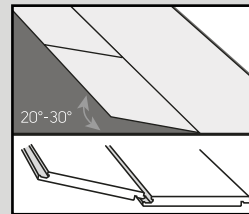
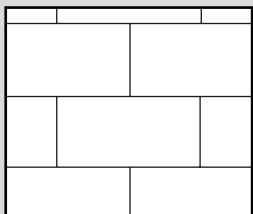
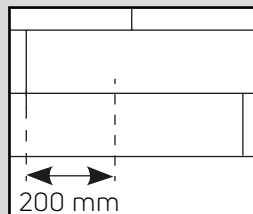

Fig. 3
Fig. 3a
Fig. 3b
4. Begin aan de tweede rij. Houd de plank in een hoek van circa 30° en klik de messingzijde in de groef van de eerste rij. Duw de plank/tegel stevig aan. Leg de volgende plank/tegel door de messingzijde en groef langs de korte kant in elkaar te klikken. Duw de messingzijde en groef langs de lange kant in elkaar door de planken/tegels samen te kantelen (Fig. 3). De tegels en planken moeten in een baksteenpatroon worden gelegd zodat de vier hoeken nooit op hetzelfde punt samenkomen. (Fig. 3a en Fig. 3b).